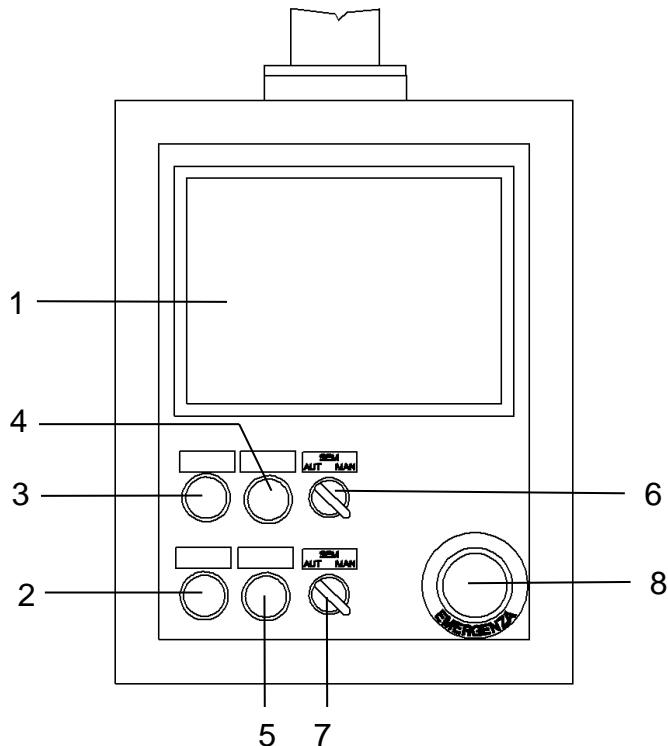

Abb. 5.1
Die Maschine ist mit einem Bedienpult (siehe Abb. 5.1) versehen, auf dem sich die Ein- und Ausschaltvorrichtungen und ein programmierbares Terminal befinden, mit dem der Arbeitszyklus der Maschine programmiert werden kann.
Nachfolgend eine Beschreibung der Befehlstasten am Touch-Screen-Terminal - siehe auch Abb.5.1.
Die Wahl einer dieser Betriebsarten erfolgt mit Hilfe des Schlüsselschalters HAND/HALBAUTO/AUTO (6, Abb. 5.1) am Bedienerterminal.
Der Schlüsselschalter (6, Abb. 5.1) muss auf AUTO gestellt sein.
Um vom Automatikbetrieb zum halbautomatischen Betrieb zu wechseln, muss der Schlüsselschalter (6, Abb. 5.1) auf HALBAUTO gedreht werden.
Diese Betriebsart ermöglicht den Tippbetrieb auf der Maschine, um die Korrektheit der ausgeführten Tätigkeiten zu kontrollieren. Die Ausführung der einzelnen Schritte erfolgt durch Druck der START-Taste (4, Abb. 5.1).
Um vom Automatikbetrieb zum Handbetrieb zu wechseln, muss der Schlüsselschalter (6, Abb.5.1) auf HAND gedreht und die STOP-Taste (5, Abb.5.1) gedrückt werden.
Die Ausführung der verschiedenen Bewegungen erfolgt durch Druck der START-Taste (4, Abb. 5.1), nachdem das Menü «HANDBEFEHLE» am Touch-Screen Terminal aufgerufen worden ist.
- Auf die Taste “STEUERUNG EIN” (3, Abb. 5.1) drücken.
- Den Schlüsselschalter (6, Abb. 5.1) HAND/HALB/AUTO auf AUTO drehen.
- Sicherstellen, daß sich der rote Not-Aus-Schalter (8, Abb. 5.1) in Ruhestellung befindet (herausgezogene Position).
- Auf die “START”-Taste (4, Abb. 5.1) drücken. Die Maschine führt Lufteinlaß und Reset aus.
- Nochmals auf die "START"-Taste (4, Abb. 5.1) drücken, um den Automatikbetrieb freizugeben: die Maschine beginnt die Bearbeitung mit dem gewählten Programm.
- Auf die "STOP"-Taste (5, Abb. 5.1) drücken. Die Maschine beendet die Bearbeitung des in der Maschine befindlichen Ankers. Der Anker wird abgeladen. Dann bleibt die Maschine stehen.
- Auf die Taste "STEUERUNG AUS" (2, Abb. 5.1) drücken.
Am Bedienerterminal der Maschine befindet sich der rote, pilzförmige Not-Aus-Schalter (8, Abb. 5.1). Dieser darf nur in den folgenden Fällen verwendet werden:
- Den Not-Aus-Schalter (8, Abb. 5.1) entriegeln, indem er eine Viertelumdrehung im Uhrzeigersinn gedreht wird (wie der Pfeil auf dem Schalter anzeigt).
- Auf die “START”-Taste (4, Abb. 5.1) drücken. Luft wird eingelassen und die Reset-Prozedur wird durchgeführt.
- Nochmals auf die “START”-Taste (4, Abb. 5.1) drücken, um den Automatikbetrieb freizugeben und den Arbeitszyklus zu starten.
Damit das Programm in den Arbeitsbereich übertragen werden kann, muss sich die Maschine im STOP-Zustand befinden oder der Schlüsselschalter (6, Abb. 5.1) auf HAND gedreht sein.
Während des Arbeitszyklus besteht der Zugang zu den Handbefehlen ausschließlich zur Visualisierung. Zur Ausführung muss der Schlüsselschalter (5, Abb. 5.1) im Moment der Anfrage des Handbetriebs auf HAND gestellt sein.
Nachdem diese Seite erschienen ist, kann der Verwender den Zyklus mit der START-Taste (4, Abb. 5.1) starten oder eine auf der Seite enthaltene Option auswählen.